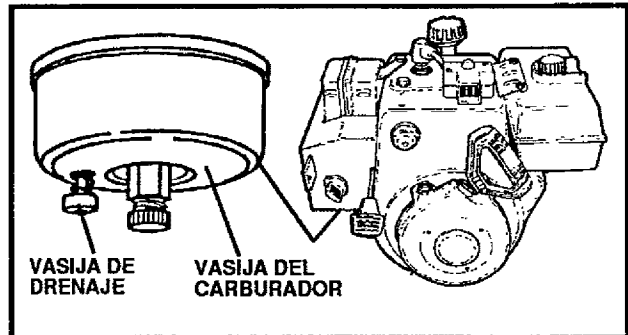

FIG. 1
- Para remover la gasolina, mantenga el motor en marcha hasta que el tanque esté vacío y el motor pare. Luego, drene la gasolina remanente del carburador presionando hacia arriba en la vasija de drenaje del carburador situada en la parte inferior del carburador (Vea la FIG. 1).